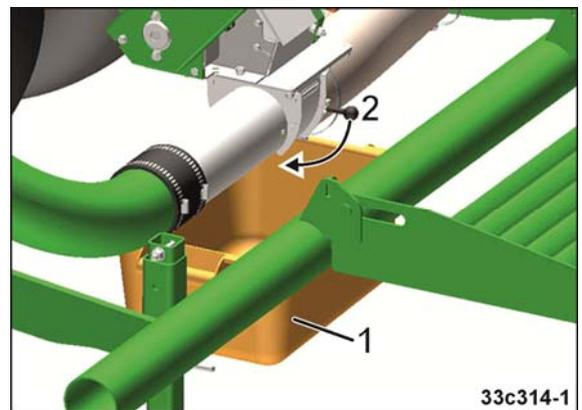
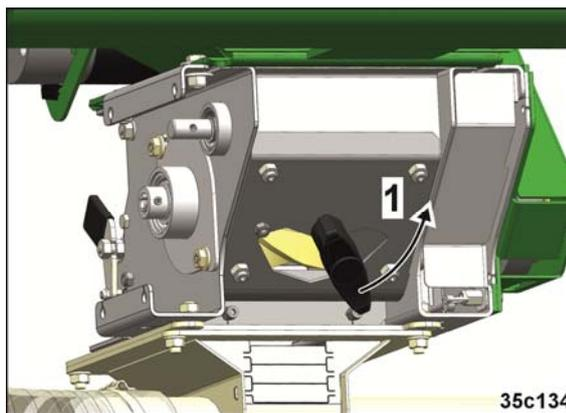

Fig. 71
Fig. 72
3. Die Abdrehwanne unter den Dosierer stellen (Fig. 71/1).
4. Injektorschleusenklappe (Fig. 71/2) öffnen, damit das restliche Dosiergut in die Abdrehwanne fließen kann.
5. Restentleerungsklappe öffnen durch Drehen des Griffes (Fig. 72/1).
8. Die Restentleerungsklappe (Fig. 72/1) und die Injektorschleusenklappe (Fig. 71/1) vorsichtig schließen und die Abdrehwanne an der Transporthalterung befestigen.